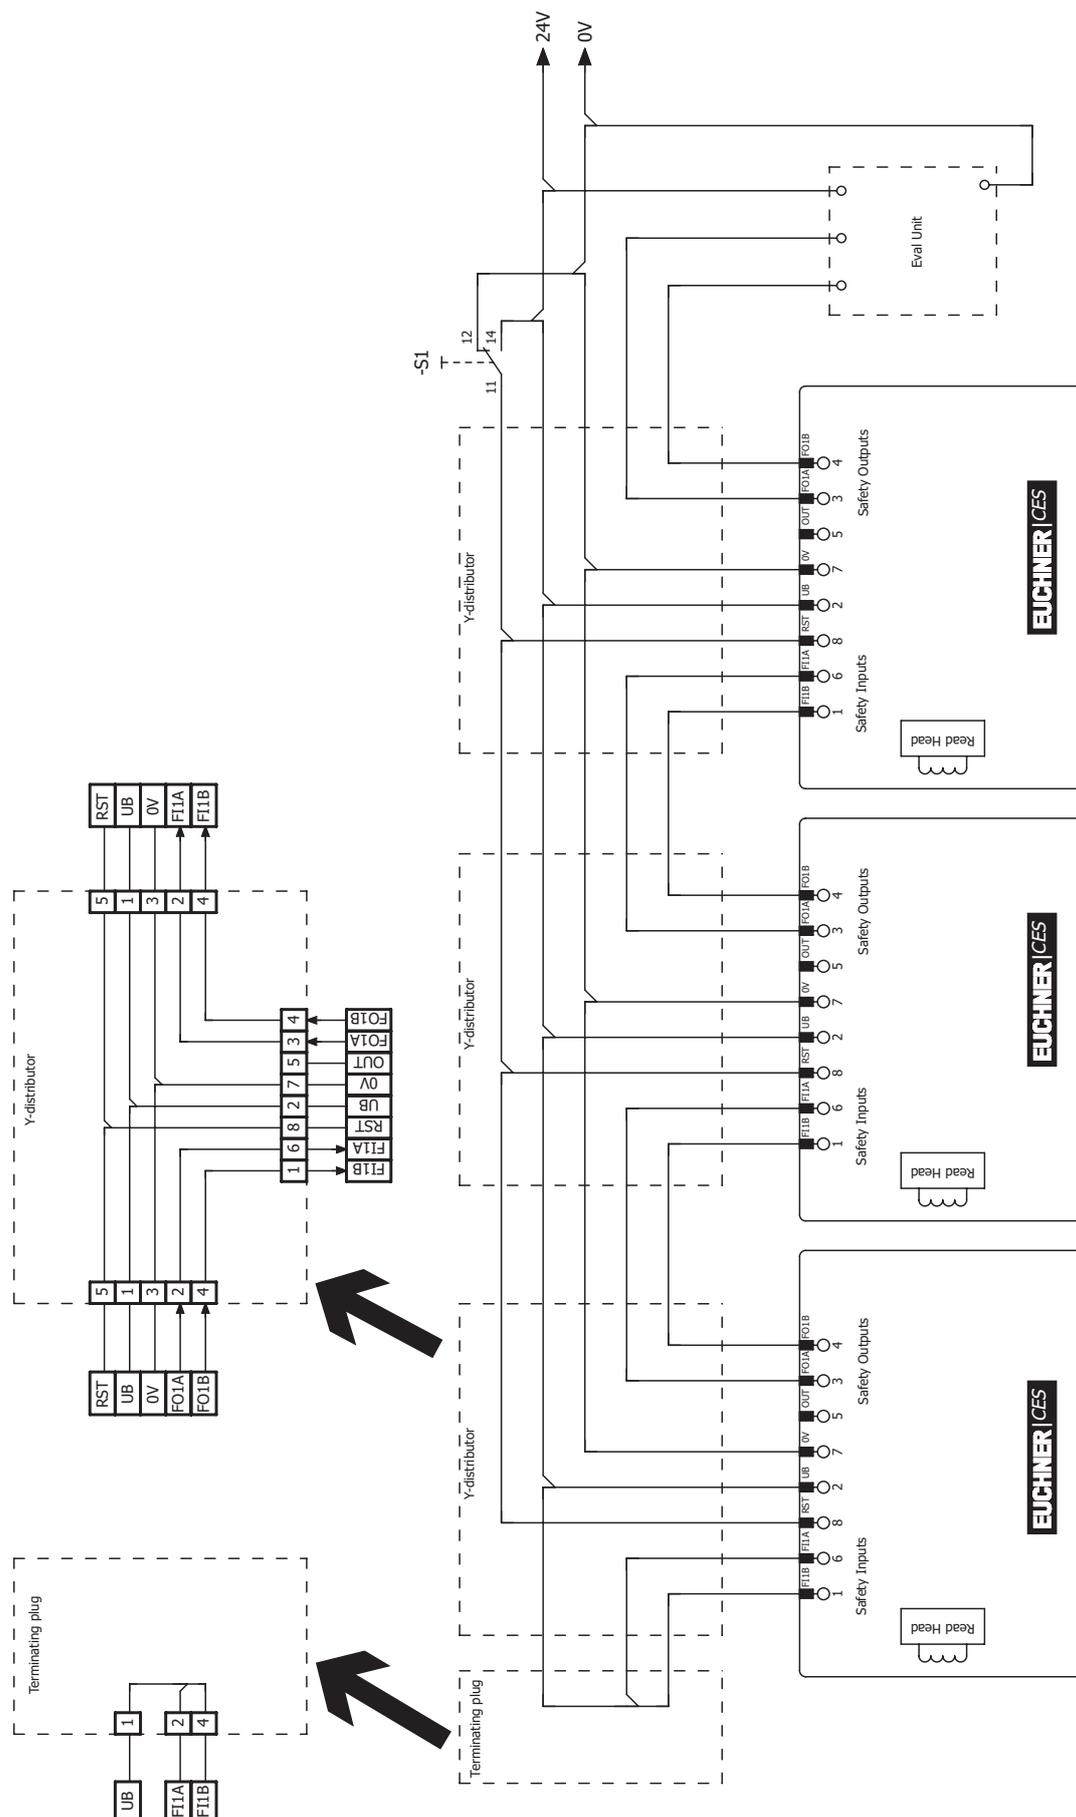

Bild 4: Anschlussbeispiel für Reihenschaltung mit Reset und Wechselschalter
- Es muss ein gemeinsames Signal für alle Schalter in der Kette verwendet werden. Dies kann ein Wechselschalter sein, es kann aber auch der Ausgang einer Steuerung verwendet werden. Ein Taster ist nicht geeignet, da der Reset im Betrieb immer auf GND liegen muss (siehe Schalter S1 in *Bild 4 auf Seite 20*).
Damit dies möglich ist, muss der Eingang RST wie in *Bild 4 auf Seite 20* beschaltet sein.